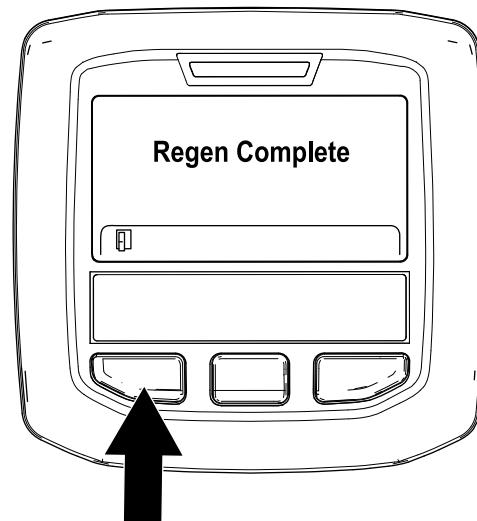

Figura 48
- La rigenerazione parcheggiata è completa quando nell'InfoCenter appare il messaggio "Rigen. completa". Premete il pulsante sinistro per uscire e tornare alla schermata Home (Figura 48).